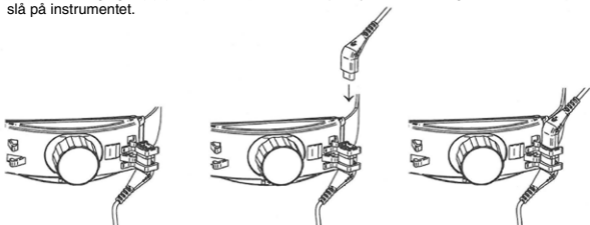

Bild 8
För att använda ML4 LED med mPack eller EN50, anslut den korta sladden från ljusreglaget med sladden från mPack UNPLUGGED/Cinch och fäst detta på nackbandet (bild 8). Koppla instrumentet till cinch-kontakten på mPack or EN50. Med reglaget (1) (bild 6) kan man ställa in ljusstyrkan och stänga av och slå på instrumentet.